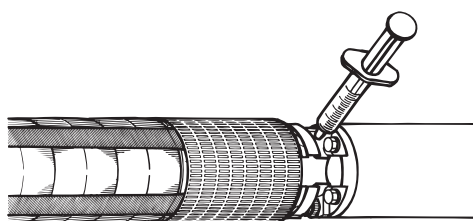

Рис. 11 Положение заправочного клапана
1. С помощью отвертки вытолкните фильтр, установленный перед клапаном в верхней части двигателя. Если в фильтре имеется шлиц, то такой фильтр следует вывернуть. Положение заправочного клапана приведено на рис. 11.
2. Прижмите наконечник заправочного шприца к клапану и заправьте электродвигатель охлаждающей жидкостью. См. рис. 11. При этом не следует надавливать шприцем на клапан с чрезмерным усилием, так как это может привести к повреждению и потере герметичности клапана.